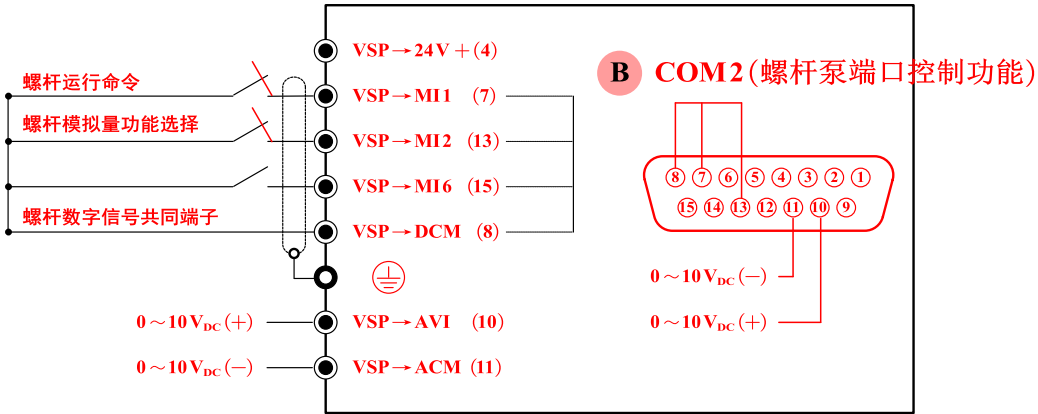

图 9 螺杆泵模拟量控制接线示意图
2.2螺杆泵短接VSP-MI1、VSP-MI2和VSP-DCM启动模拟量控制命令，并从VSP-ACI和VSP-ACM接入模拟量信号，如图 9；罗茨泵短接VBP-MI1、VBP-MI2和VBP-DCM启动模拟量控制命令，并从VBP-ACI和VBP-ACM接入模拟量信号，如图 13。